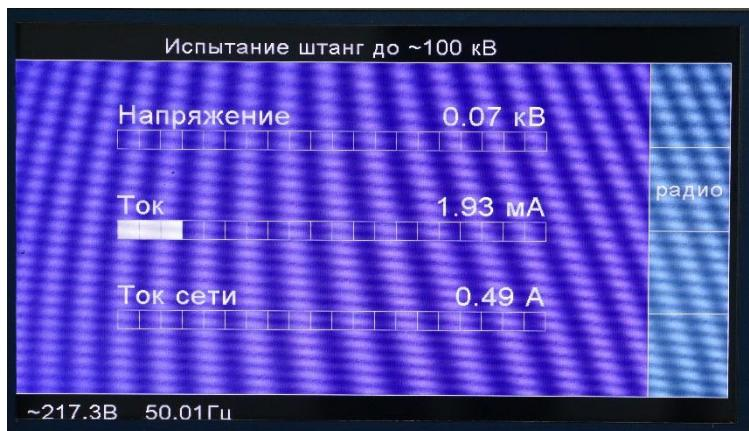

Рис.8.8.
- 8.5.5 Включить аппарат (п. 8.1.4), активизировать строку основного меню **«Испытание штанг до ~100 кВ»**. Нажать кнопку «ВЫПОЛНИТЬ» (при этом на 1-2 сек. включится сирена). Установить требуемый ток защиты и нажать кнопку блока управления «ВЫПОЛНИТЬ». Ток защиты может быть установлен в пределах 1,0 мА – 25,0 мА с шагом 0,5 мА. На экране появится рабочая заставка этого режима (рис.8.8).